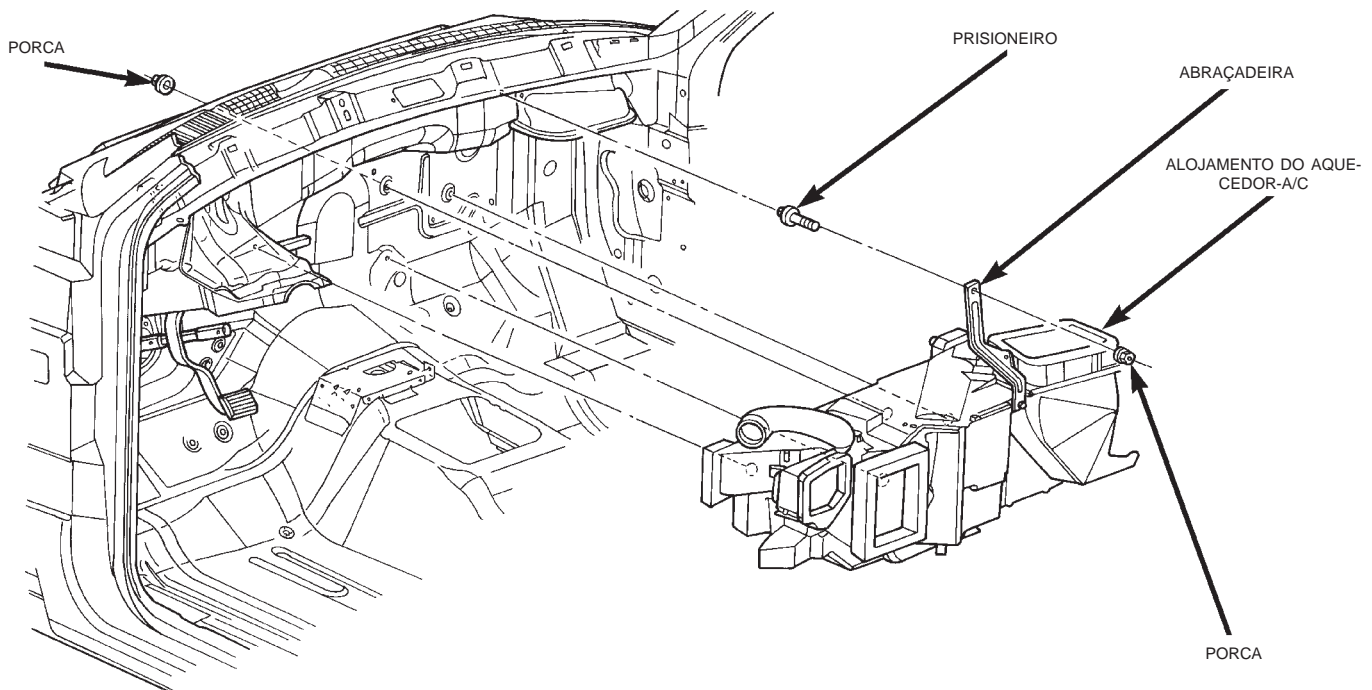

Fig. 49 Remoção/Instalação do Alojamento do Aquecedor-A/C
(6) Drene o sistema de arrefecimento do motor. Consulte o Grupo 7, "Sistema de Arrefecimento", para obter os procedimentos.
(7) Desconecte as mangueiras do aquecedor dos tubos do núcleo do aquecedor. Consulte o Grupo 7, "Sistema de Arrefecimento", para obter os procedimentos. Instale bujões ou cubra com fita adesiva os tubos abertos do núcleo do aquecedor.
(8) Remova as quatro porcas dos prisioneiros de montagem do alojamento do aquecedor-A/C, do painel de instrumentos do lado do compartimento do motor (Fig. 49).
(9) Remova a porca que prende a abraçadeira de montagem do alojamento do aquecedor-A/C no prisioneiro do painel do lado do compartimento do passageiro.
(10) Puxe o alojamento do aquecedor-A/C para trás o suficiente para que os prisioneiros de montagem e a mangueira do dreno de líquido condensado do evaporador fiquem livres dos orifícios do painel de instrumentos.
(11) Remova o alojamento do aquecedor-A/C do veículo.